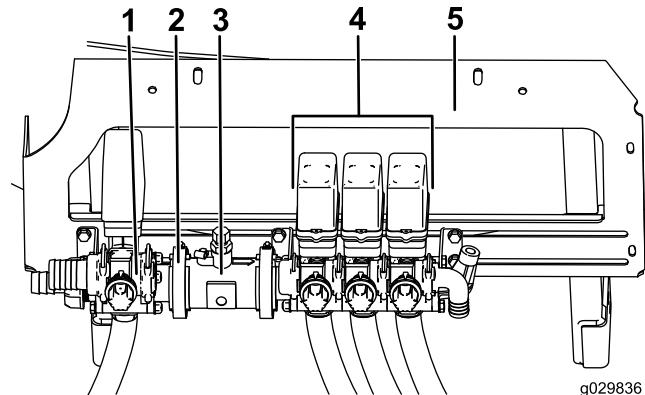

Figure 1
- Desserrez, mais ne retirez pas, les boulons qui fixent le bloc de vannes de section sur son support (Figure 1).
3. Desserrez le collier à vis sans fin existant qui fixe la vanne d'agitation au débitmètre (Figure 1).